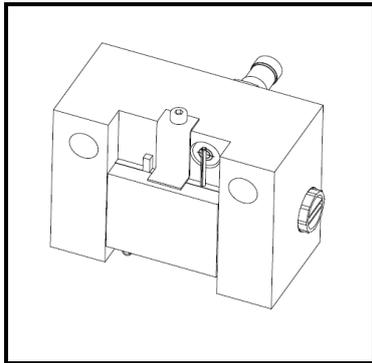

Bild 12.1
- Wenn die Option Induktivgeber vorhanden ist demontieren Sie den Induktivgeber oder drehen den Induktivgeber bis zur Innenfläche Bremsgehäuse zurück damit der Sensor nicht beschädigt werden kann siehe Bild 12.1.